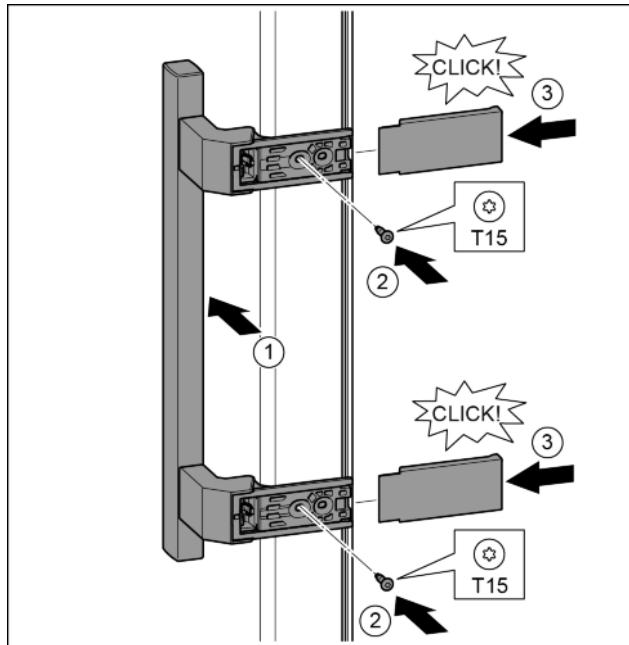

Fig. 22
- ▶ Установить ручку на противоположной стороне. *Fig. 22 (1)*
- ▶ Затянуть винты отверткой T15. *Fig. 22 (2)*
- ▶ Установить крышки сбоку и надвинуть. *Fig. 22 (3)*